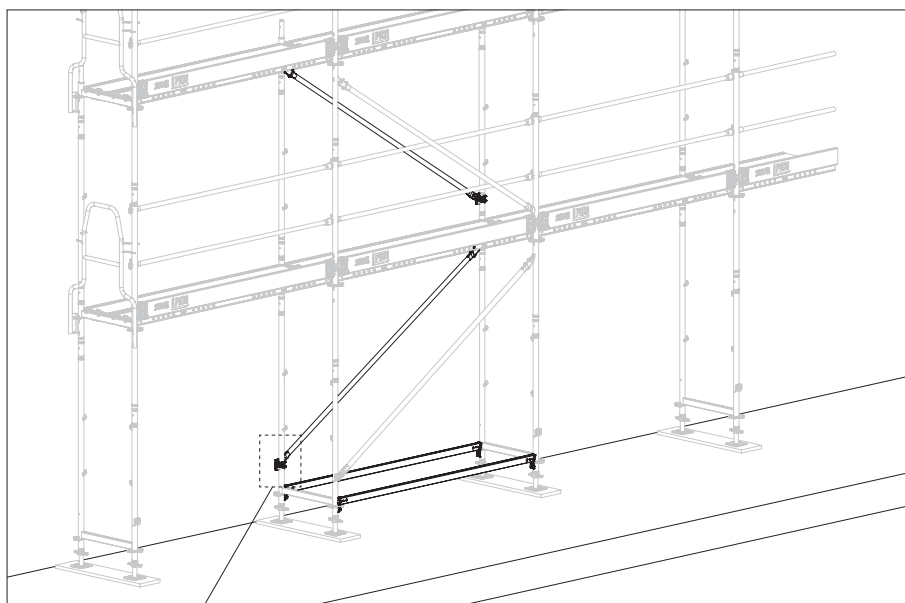

Bild A5.07
- Innerdiagonal har monterats. (Bild A5.07)